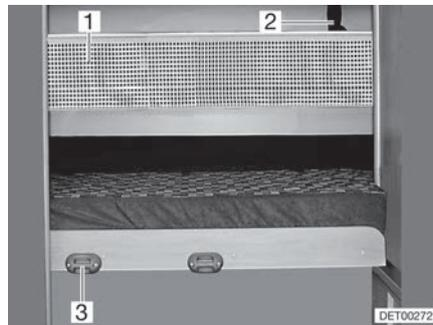

Fig. 78 Red de seguridad
- Enganchar la escalera de ascenso con los largueros en el soporte (Fig. 78,3) en el panel.
La red de seguridad (Fig. 78,1) viene de serie entre el colchón y el somier. Apenas extender la red de seguridad cuando la persona ya se encuentre en la cama.
- Engatillar las cintas de sujeción (Fig. 78,2) en los soportes en el techo.